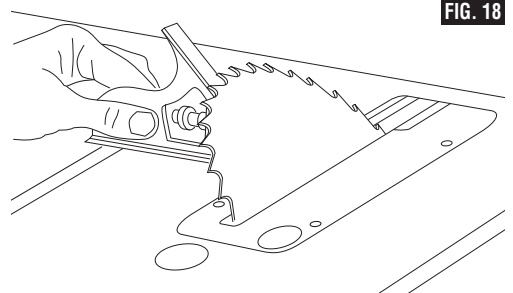

FIG. 18
7. Placez une équerre à combinaison sur la table avec un bout de l'équerre contre la lame comme illustré (Fig. 18) et vérifiez si la lame est à 45° par rapport à la table. Si la lame n'est pas à 45 degrés par rapport à la table, desserrez la poignée de verrouillage de l'inclinaison de la lame **1**, desserrez la vis de réglage à 45 degrés **8**, desserrez la came de butée de biseau à 45 degrés **9** et poussez le volant de réglage de la hauteur jusqu'à ce que la lame soit à 45 degrés par rapport à la table.